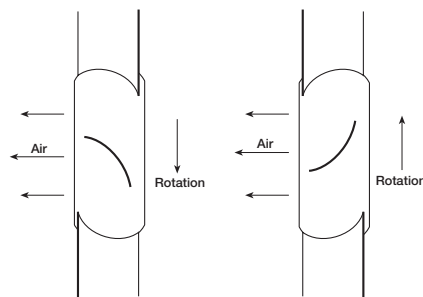

Figure 7 — Sens de rotation
12. Vérifier le sens de rotation de l'hélice en mettant brièvement l'appareil en marche. Le sens de rotation doit être celui indiqué sur l'autocollant apposé sur l'appareil ou sur la Figure 7. Sur les installations triphasées, le sens de rotation peut être inversé par l'inversion de deux quelconques des trois fils électriques. Pour les installations monophasées, suivre le schéma de câblage figurant sur le moteur ou voir Figure 13.
2. Démarrer le caisson et l'arrêter immédiatement pour vérifier que le sens de rotation de l'hélice correspond à la flèche dans le compartiment du moteur. Voir la Figure 7.